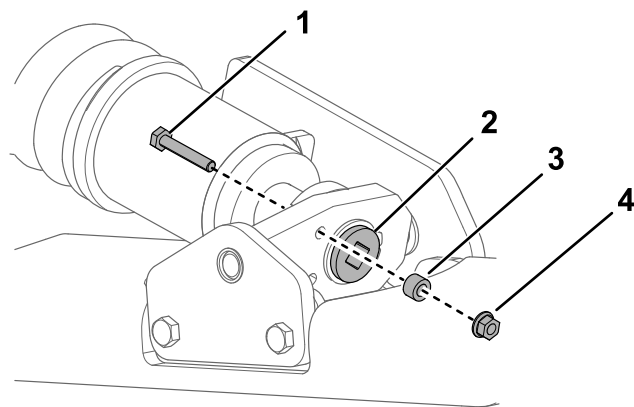

**図 56**
図 56のように、機体の左右どちらかの側を浮かせた状態で支持し、クローラの自重を利用してロードホイール
5. 図 56 のように、ドライブラチェット  $\frac{1}{2}$ " で、テンションねじを回して、クローラのたるみを 13 mm に調整する。
9. 図 56 のように、クローラのたるみが 13 mm となっていることを確認する。必要に応じて調整する。
20. 図 56 のように、ドライブラチェット 1/2" で、テンションねじを左に回して、クローラのたるみを 12.7 mm に調整する。
25. 図 56 のように、クローラのたるみが 12.7 mm となっていることを確認する。